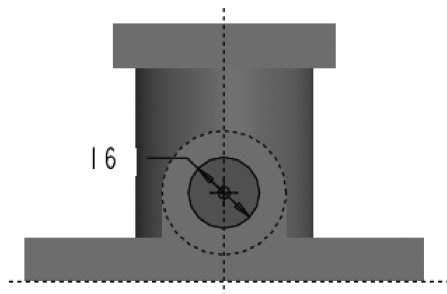

图 4-81 草绘同心圆
(4) 单击【草绘器工具】工具栏中的【同心圆】按钮，草绘截面，标注并修改尺寸，如图 4-81 所示。